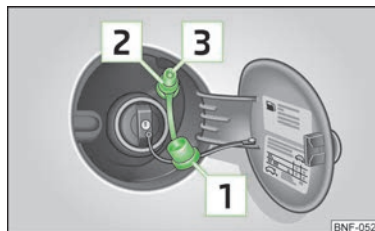

Fig. 96
- Quitar la tapa **[1]** » fig. 96 del tubo de alimentación de gas **[2]**.
- Comprobar si el anillo obturador **[3]** » fig. 96 permanece encajado en el tubo de alimentación de gas. Si éste se ha deslizado sobre el acoplamiento de llenado, se deberá introducir de nuevo en el tubo.